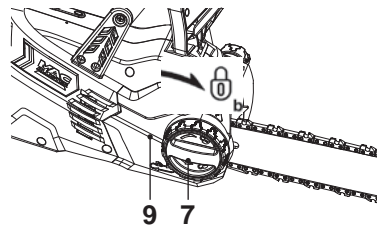

Fig. 11
- Verrouillez le couvercle [9] en tournant la molette de verrouillage [7] dans le sens des aiguilles d'une montre (Fig. 11).